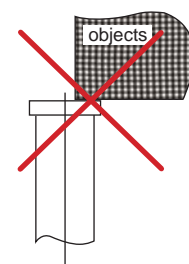

Fig. 2
- Ne réglez jamais la soupape de sécurité (18), elle a été réglée en usine pour éviter toute surcharge. Les composants 10, 11, 18, 19, 20, 21 font tous partie de la protection contre la surcharge.
- Ne jamais soulever sur le bord de la tête du cric (Fig. 2). La charge doit toujours être centrée sur l'axe du cric.